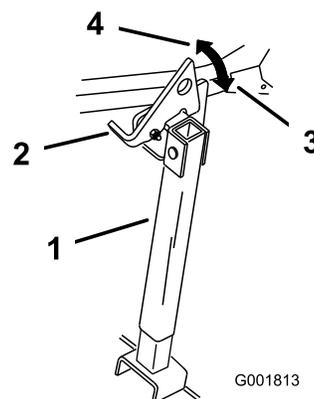

Figura 33
- Alzate il dispositivo di chiusura per sbloccarlo (Figura 33).